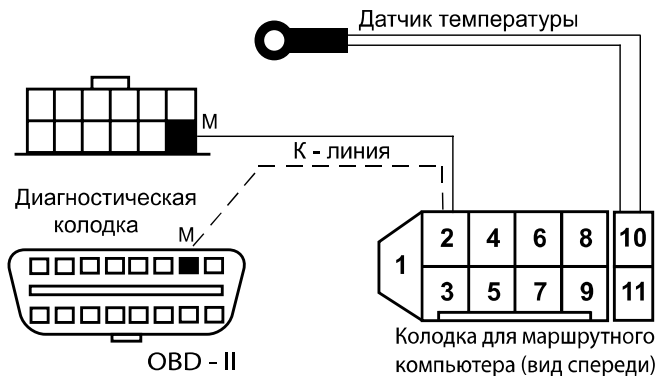

Рис.1
1. Пропустите одинарный провод “К - линии” к диагностической колодке, которая находится внизу консоли под декоративной накладкой и подсоедините его к гнезду “М” (см. рис.1) с одной стороны и к резервному контакту 2 колодки маршрутного компьютера.